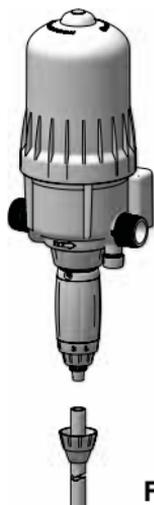

Fig. 6
- Dévisser l'écrou (Fig. 6) du bas de la partie dosage et enfiler le tuyau d'aspiration dans l'écrou.